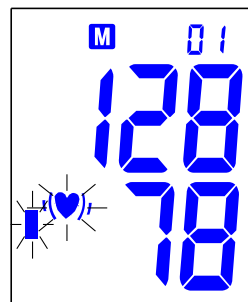
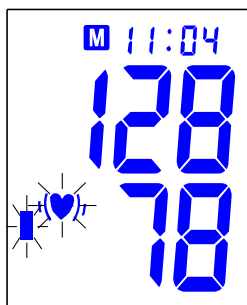
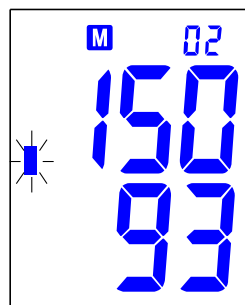

Рис. 7-2
Рис. 7-3
Рис. 7-5
- b. После этого отображается значение, полученное в процессе последнего измерения. См. Рис. 7-2. Вслед за этим появится отдельное изображение результатов измерения давления и пульса. Если в момент измерения наблюдалась сердечная аритмия пульса, покажется мигающий значок. См. Рис. 7-3 и 7-4. Чтобы ознакомиться с очередным результатом измерения давления, необходимо снова нажать на кнопку “MEM”. См. Рис. 7-5. Переход к каждому следующему результату осуществляется путем очередного